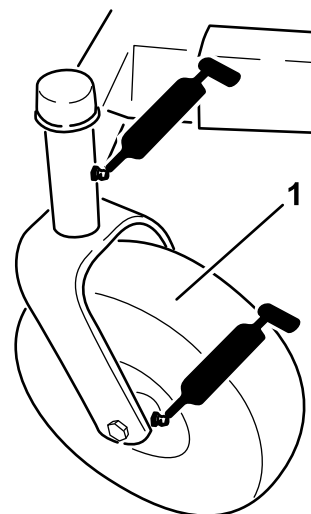
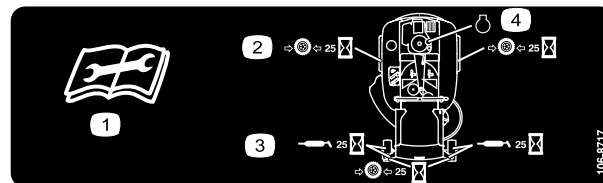

Figura 22
Figura 23
3. Limpie con un trapo los puntos de engrase (Figura 22 y Figura 23). Asegúrese de rascar cualquier pintura que hubiera sobre los puntos de engrase.
4. Conecte una pistola de engrasar a cada punto de engrase (Figura 22 y Figura 23). Bombear grasa hasta que empiece a rezumar grasa de los cojinetes.